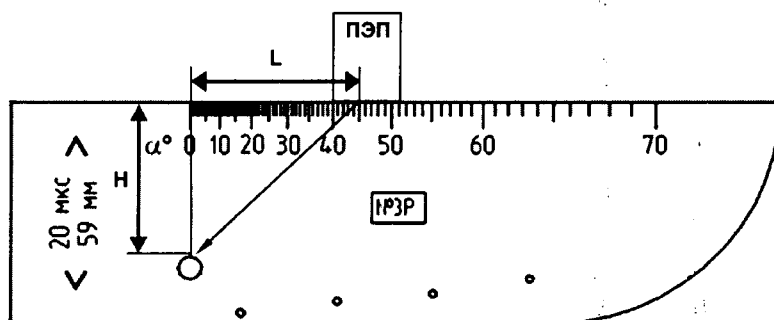

Рисунок 7. Определение координат дефекта при работе с наклонными ручными ПЭП
8.7.15 По данным из свидетельства о поверке на меру и, используя положение точки выхода луча ПЭП и значение угла ввода  $\alpha$  (п. 8.7.11), вычислить номинальные значения  $N_{ном}$  и  $L_{ном}$  (рисунок 7):